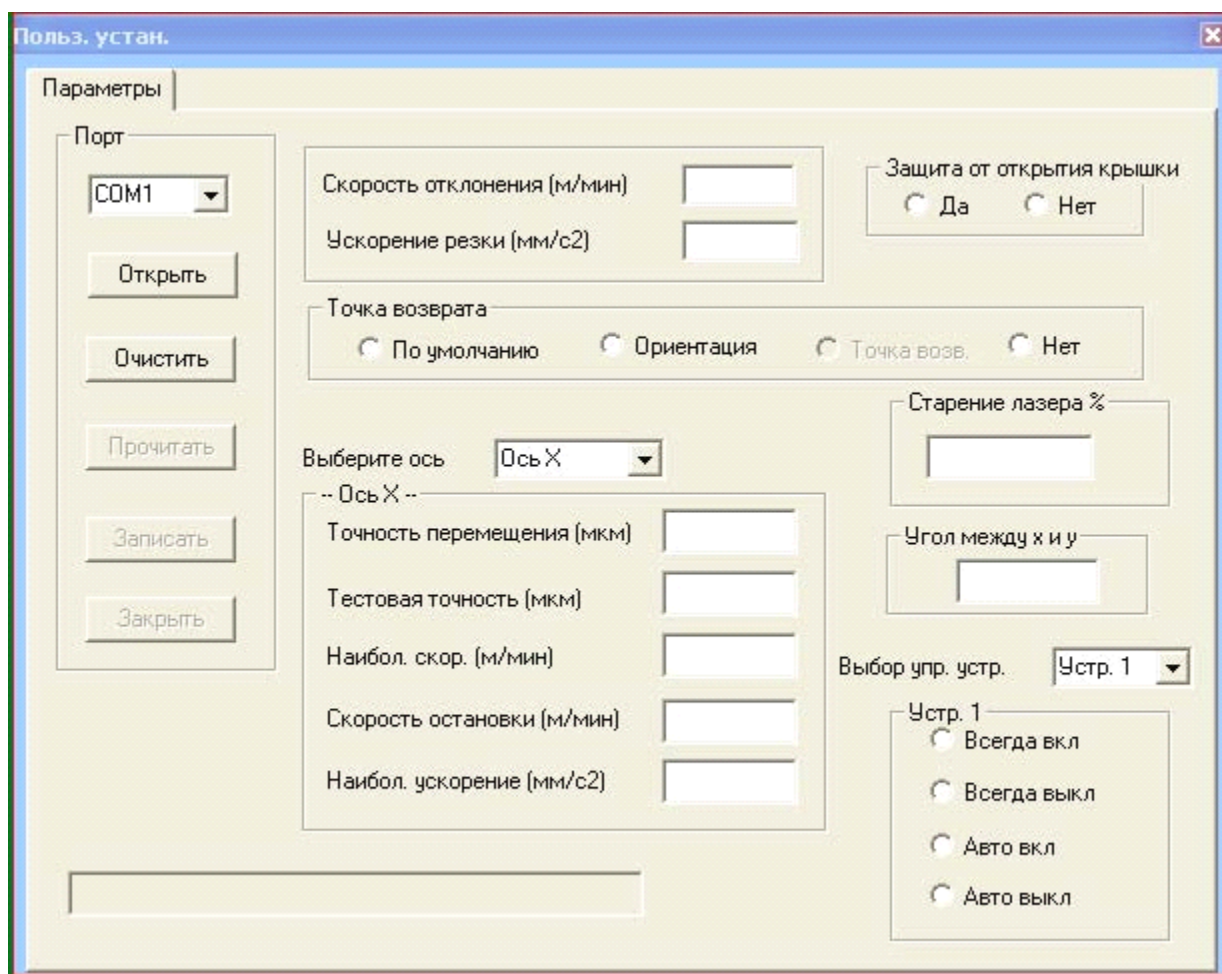

Рис. 17
2. Пользовательские установки: Установка параметров станка. Сохранение и загрузка настроек. См. рис. 17.
Нажатие кнопки «Пользовательские установки» на инструментальной панели активизирует форму показанную на рис. 17.